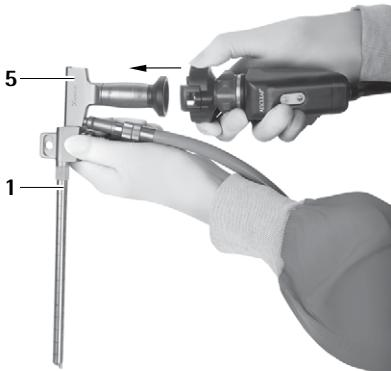

Rys. 3
► Podłączyć światłowód i kamerę, patrz Rys. 3–5.